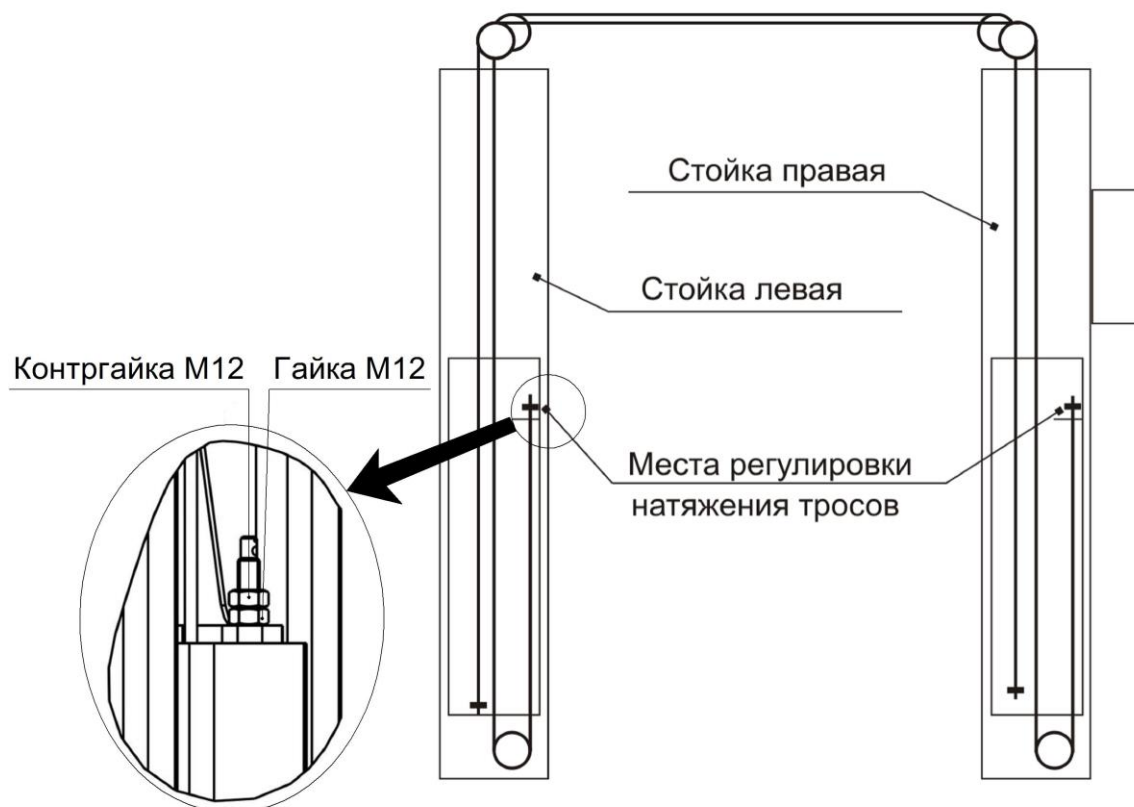

Рисунок 7 - Схема запасовки синхронизирующих тросов
6.7 Поднять погрузчиком или другими подъемными средствами каретки 4 и установить на защелки 14 (на высоте около 400 мм от пола). Установить тросы системы синхронизации кареток (см. рисунок 7). Для облегчения монтажа тросов в каретках использовать тонкую проволоку, продетую через отверстие в наконечнике троса, убедиться, что тросы расположены на блоках. Приподнять каретки 4 и рычагом 19 растопорив их опустить. Отрегулировать натяжение тросов, путем закручивания гаек М12, до одинаковой степени натяжения, затем законтрить. При чрезмерном натяжении тросов каретки движутся прерывисто. При недостаточном натяжении тросов одна каретка при движении может опережать другую.
7.2.1 Нажатием кнопки 20 поднять автомобиль, чуть выше требуемой высоты (защелки должны быть поджаты к стойкам, см. рисунок 7) и нажатием кнопки 21 опустить каретки 4 на защелки 14. Убедиться в том, что каретки 4 опустились на защелки 14 (при нажатии кнопки 21 каретки больше не опускаются). В этом случае гидравлическая система разгружена, вес автомобиля воспринимается стойками подъемника.